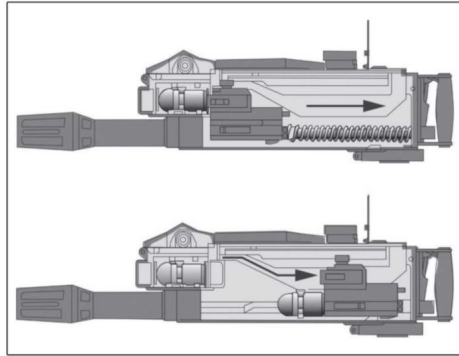

Рисунок 2.3 – вилучення.
1. Коли оператор натискає на спусковий гачок після зарядки гранатомета, затвор виривається вперед під натягом пружини (рисунок 2.3). Екстрактори затвора замикаються над снаряженим патроном. Коли оператор заряджає пістолет вдруге, ланка на другому патроні в подавачі стикається з поглибленням в ствольній коробці, що змушує роз'єднати ланки чоловічого і жіночого типу. Коли патрон тягнеться назад екстракторами, вигнутий край вертикальної камери вузла направляє патрон вниз по торці затвора, з екстракторів і в пальці затвора. Коли затвор повністю повернутий назад, патрон вирівнюється з патронником. Капюшон патрона вирівняний з ударником, готовий до стрільби. Патрони в зоні подачі боеприпасів переміщуються на одне місце.